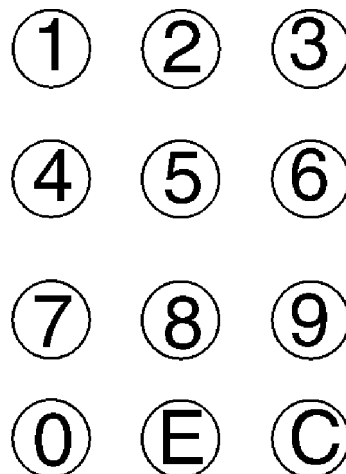

Fig. 18
- utskrift av statistikerna. Genom att ansluta en seriell skrivare RS232 med Baud rate 9600, 8 databit, ingen paritet, 1 stoppbit (vi rekommenderar skrivaren CITIZEN I-DP 3110-24RF 230A p/n 9210219) till det seriella uttaget som finns på kortet (se fig. 18) är det möjligt att skriva ut statistikerna; på utskriften återges även maskinkoden, datum och tid för själva utskriften;